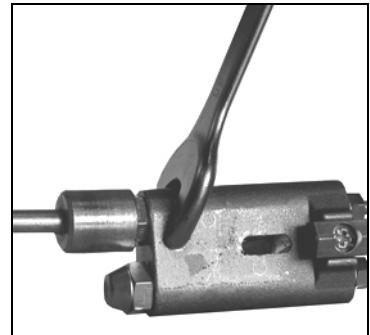

Fig. 33
- Destornillar las toberas con el auxilio de dos llaves (de 16 y 24 mm), como se muestra en Fig. 33.